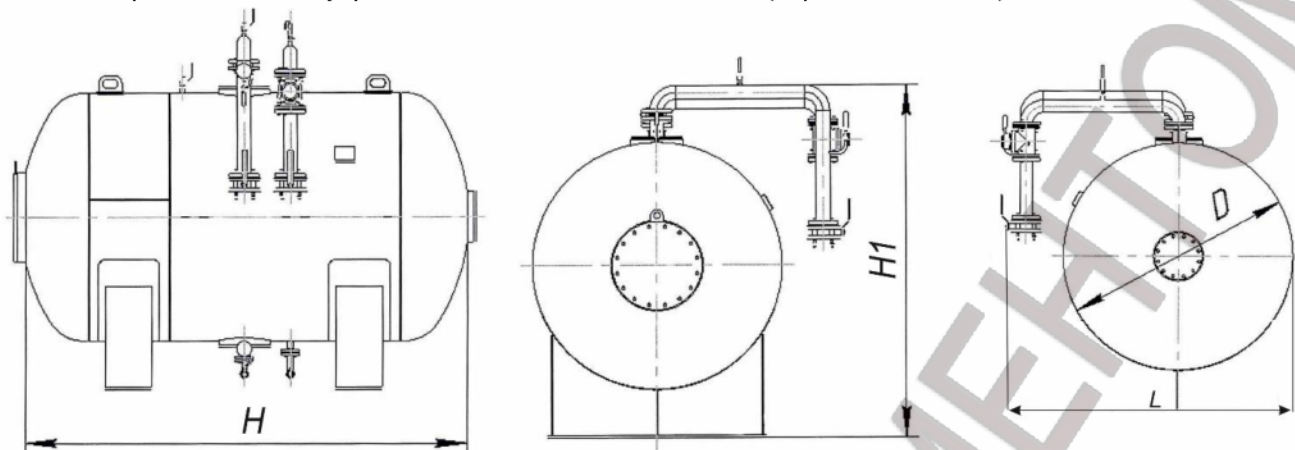

Рис.5
2.6. Габаритные размеры и масса приведены в таблице 3 и на рис.5 (горизонтальное исполнение).